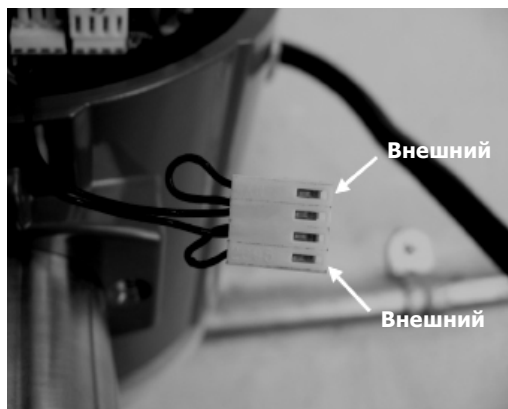

Рис. 59 Соединение датчика температуры
3. Применяя меры предосторожности для защиты от электростатических разрядов и меры предосторожности в опасных зонах, снимите крышку блока электроники. Отсоедините разъем датчика температуры (см. рис. 59). Измерьте сопротивление между внешними штырьками разъема датчика температуры. Оно должно быть приблизительно 1080 Ом при комнатной температуре (более высокое сопротивление при более высоких температурах).
3. Найдите жгут проводов датчика, который выходит из штанги расходомера и присоединяется к печатным платам. Обратите внимание на расположение каждого подключенного датчика (см. рис. 59 и 60). Соединение датчика вихрей слева, соединение датчика температуры (если имеется) - второе слева, а соединение датчика давления (если имеется) - самый правый разъем. Используйте маленькие плоскогубцы, чтобы отсоединить разъемы проводки датчиков от монтажных плат.